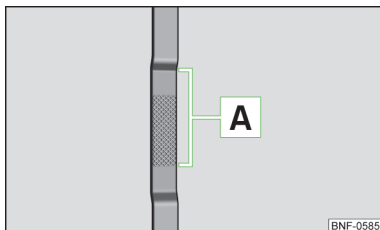

Bild 100
Oljemätsticka » bild 100
- Oljenivån får aldrig ligga över eller under området **A** » **bild 100** - skaderisk på motorn och avgassystemet!